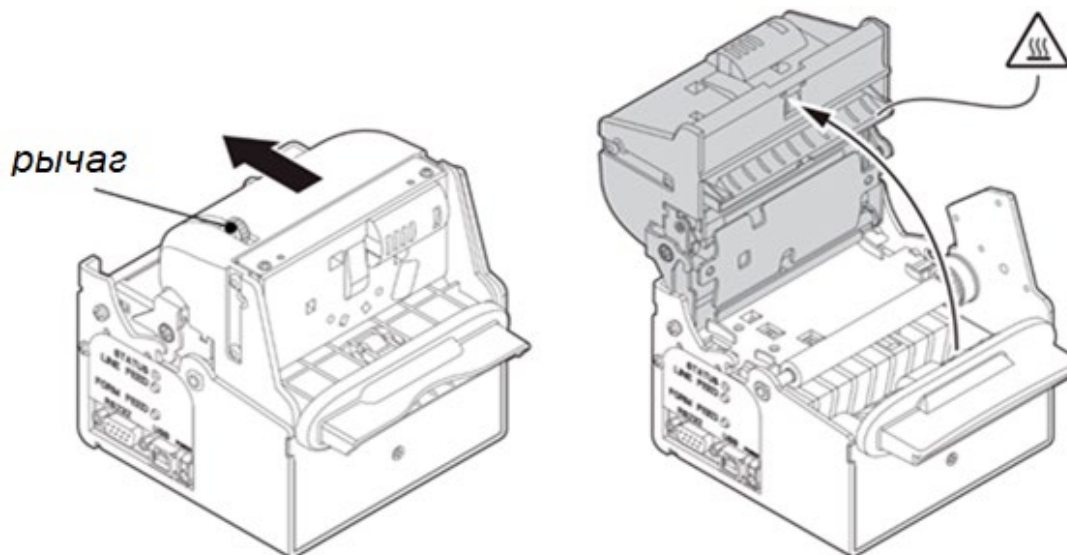
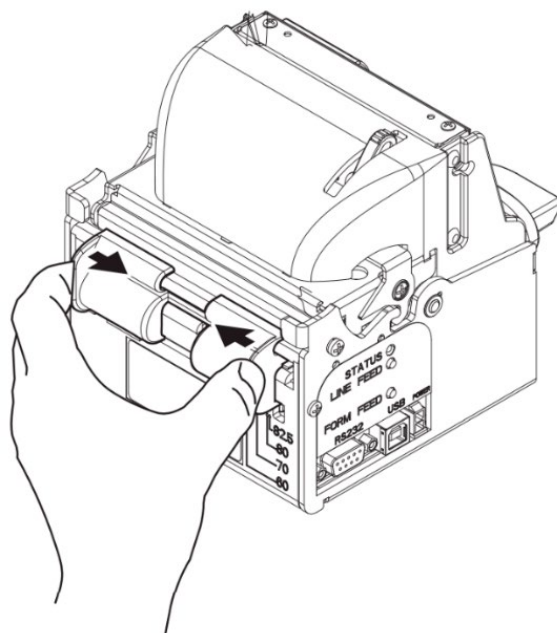

Рисунок 13. Потяните за рычаг в сторону стрелки
Рисунок 14. Установка необходимой ширины отверстия для чекового рулона
- Откройте крышку принтера, для этого потяните за рычаг в сторону стрелки (см. рис. 13) и поднимите крышку. Будьте осторожны, принтер может быть горячим!
- Снимите старый рулон с держателя (28).
5. Установите необходимую ширину отверстия для чекового рулона (см. рис. 14):